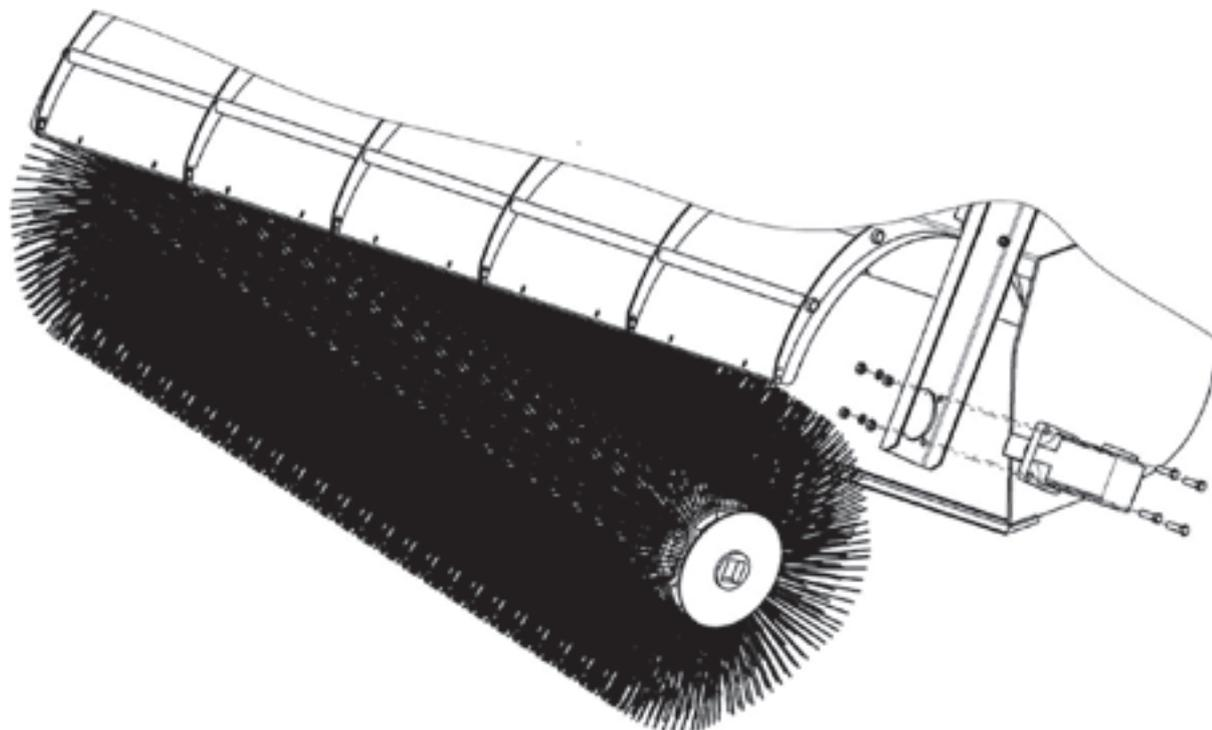

Рисунок 9 - Крепление гидромотора
2. Отверните 4 болта крепления гидромотора привода подметающего катка (Рис. 9). Извлеките гидромотор, и слегка повернув на шарнирной опоре, извлеките подметающий каток из его посадочного места в подшипнике.